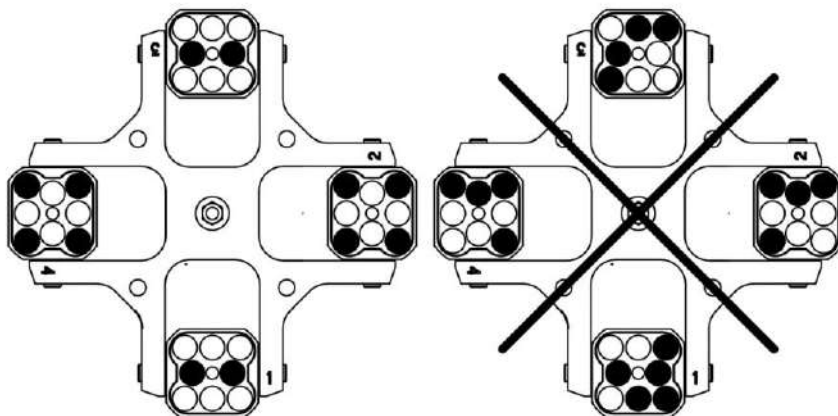
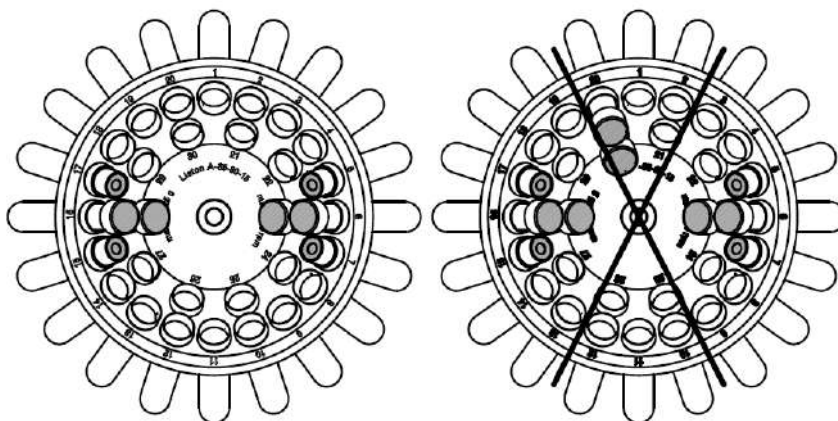
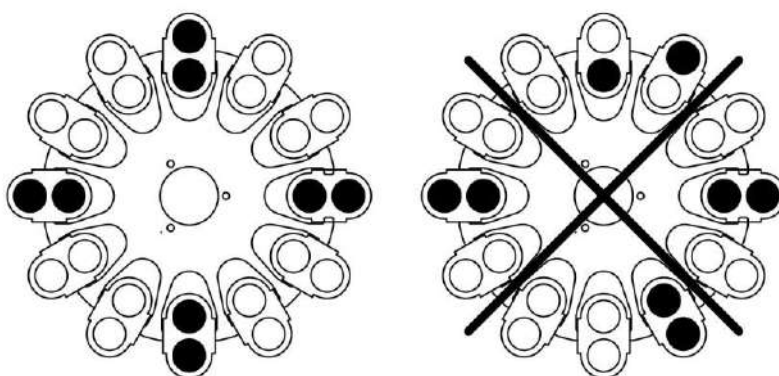

Рис. 4 Схема загрузки универсальных роторов-крестовин
Рис. 5 Схема загрузки угловых роторов.
Рис. 6 Схема загрузки бакет-роторов.
- установите пробирки в ротор согласно Рис. 4, Рис. 5 или Рис. 6 (в зависимости от вашего типа ротора);